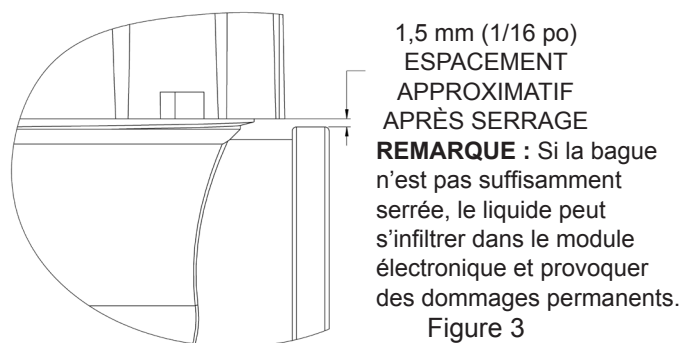

Figure 3
- Revisser et serrer la bague de compteur à la main. Lorsque le serrage est correct, il y a un espace de 1,5 mm (1/16 po) environ entre la bague et le rebord du raccord de sortie (voir Figure 3).